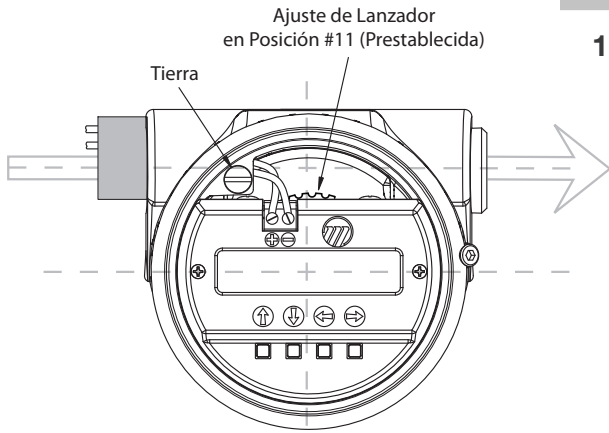
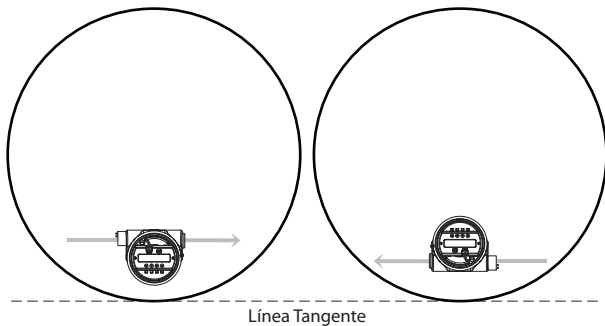

Figura 2
Figura 3
4. Ajuste la posición de emisión girando el emisor interno (figura 2). El ajuste interno está numerado del 1 al 18 que equivale a 10-180 grados de ajuste; 9 es el punto medio. El patrón de polarización es paralelo a la pantalla del transmisor cuando el mecanismo de ajuste está en la posición #11 (preestablecido en fábrica). Después de colocar la pantalla del transmisor, el emisor debe ajustarse de modo que el patrón de polarización sea paralelo a una línea tangente a la pared del tanque más cercana (Figura 3). No optimice la Fuerza de Eco en un nivel en el recipiente.